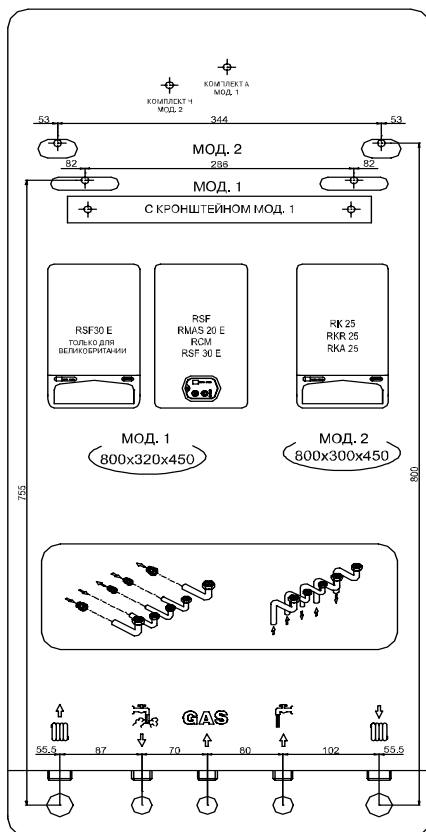

Рис. 1
- С помощью спиртового уровня начертите на стене линию, по которой будет располагаться крышка котла (рис. 1).
- Расположите верхний край шаблона по размеченной линии и разметьте три отверстия под винтовые анкерные болты или стеновые анкеры, с помощью которых кронштейн котла крепится к стене. Выбор анкеров зависит от типа стены. Учитывайте требования по обеспечению необходимого свободного пространства (рис. 1).